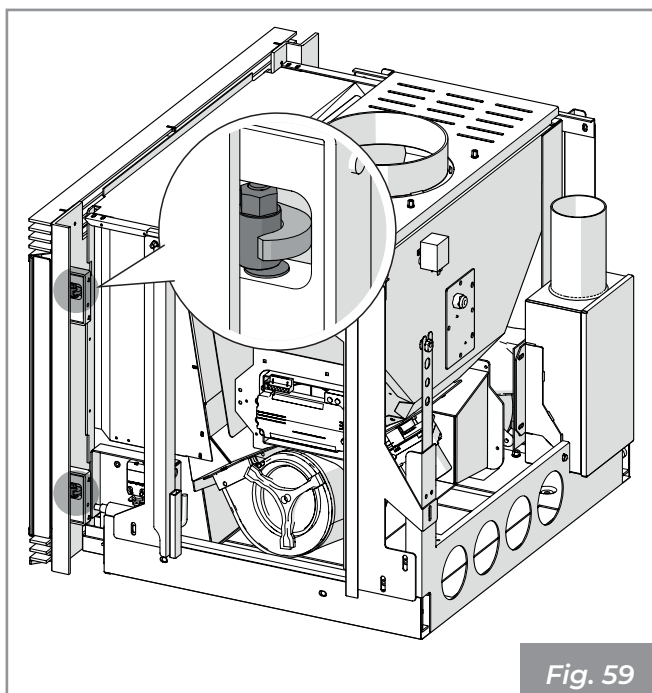

Fig. 59
- Vérifier le bon fonctionnement du mécanisme du crochet et lubrifiez-le (Fig. 59).